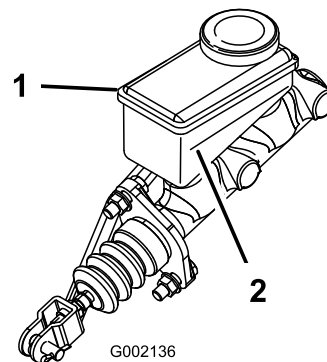

Figure 45
2. Observez le repère de niveau sur le côté du réservoir (Figure 45).
- B. Versez du liquide de frein DOT 3 dans le réservoir jusqu'à ce que le niveau dépasse le repère minimum (Figure 45).